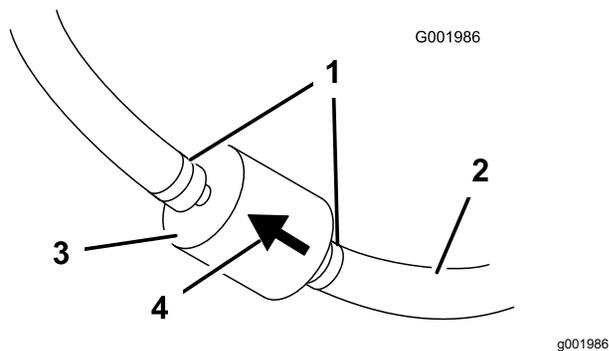

Bild 47
5. Drücken Sie die Enden der Schlauchklemmen zusammen und schieben Sie sie vom Filter weg (Bild 47).